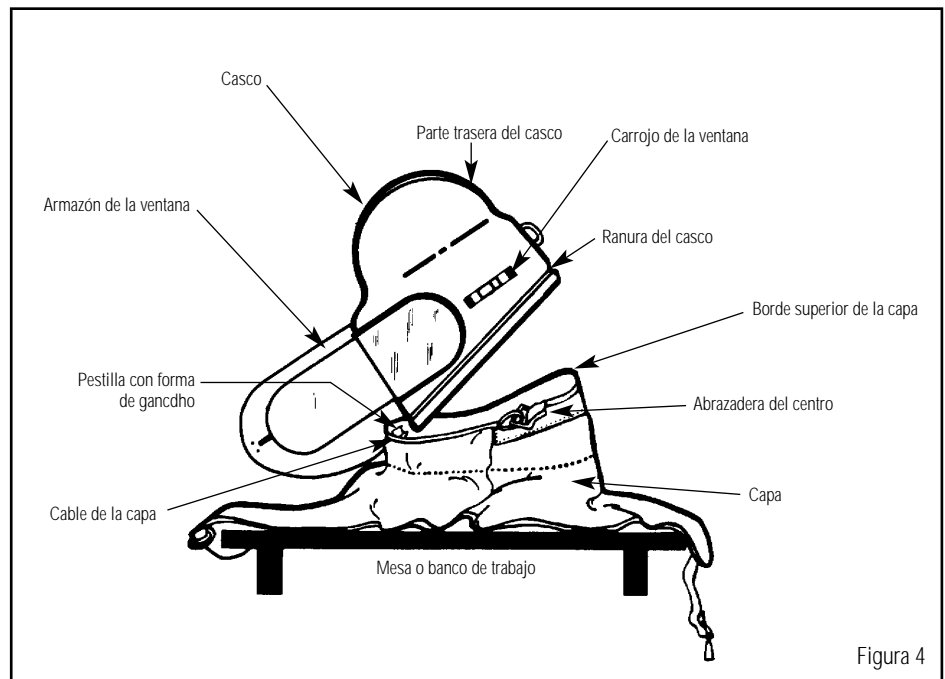

Figura 4
2. Saque la capa del casco llevando la abrazadera del centro y desenganchando la capa de la ranura del casco. (Figura 4)
- Coloque la capa sobre la mesa o banco de trabajo. (Figura 4)
- Alinee la pestilla con forma de gancho sobre la capa con el frente central del casco. (Figura 4) La pestilla deberá engancharse firmemente debajo del borde inferior frontal del casco.